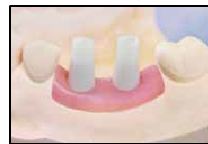

図 2
- (2) 作業模型上のリジッドラボアナログ（※）又は GS トランスファーアバットメント（※）に本品を配置する（図 2）。